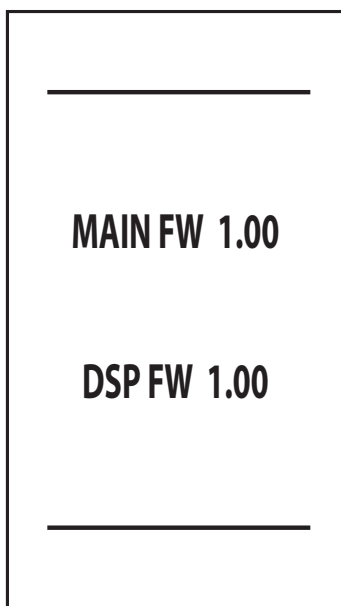

图7 - 启动/软件版本
- 在前5秒内，显示屏显示电路板和显示屏的软件版本 (图7)。